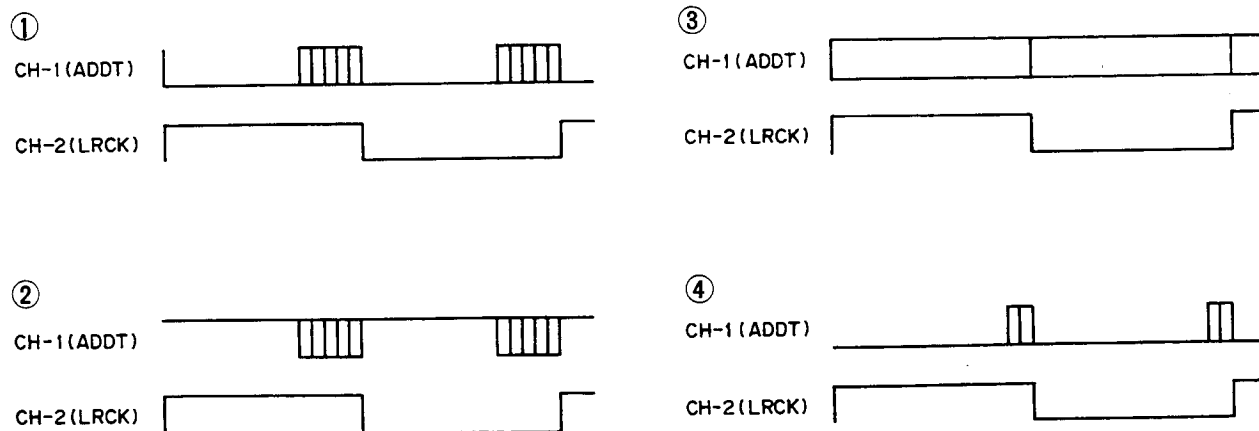

Fig. 4-11
- 4) Load the blank tape TY-30B or equivalent, then set the unit to the REC/PAUSE mode. At this time, adjust semi-fixed resistors R120 (L-channel) and R220 (R-channel) for adjusting A/D OFFSET so that the waveform at TP-3 (ADDT) is as shown in Photo 4-6 (Fig. 4-11 ④).
- 4). TY-30B相当のブランク・テープを装着し、REC/PAUSE状態にしたときのTP-3(ADDT)の波形が、写真4-6(図4-11④)のようになるようにA/D OFFSET調整用の半固定抵抗R120(L-CH)、R220(R-CH)を調整する。
* If adjusted to +DC, the upper bits will be "L" only (Fig. 4-11 ①). Conversely, if adjusted to -DC, the upper bits will be "H" only (Fig. 4-11 ②). If adjusted exactly at 0 V, the probability of the occurrence of "L" and "H" will be equal, and the uppermost bit (most significant bit) will continuously alternate between "L" and "H" (Photo 4-7, Fig. 4-11 ③) with the result that the S/N will deteriorate and the S/N value will fluctuate. Therefore, adjust to a point where upper bits will always be "L" and the lower bits stand out least (Photo 4-6, Fig. 4-11 ④).
* +DC 側に調整されると、上位ビットが "L" のみになり (図4-11①), 逆に -DC側に調整されると、上位ビットが "H" のみになる (図4-11②)。0 V にジャスト調整すると "L" と "H" が発生する確立が等しく、最上位ビット (MSB) は "L" と "H" が常に反転し (写真4-7, 図4-11③), S/N が悪化すると共に S/N値もふらつく。従って、上位ビットが完全に "L" に変化し、しかもビットが最も立たないポイントに調整する (写真4-6, 図4-11④)。